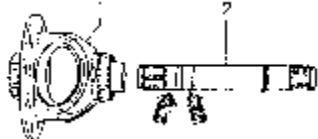

图 7-187 装入输出轴
(4) 将输出轴装入差速器壳体, 如图 7-187 所示。注意有两个轴承位置的一端(图 7-187 中箭头所示)朝着差速器。